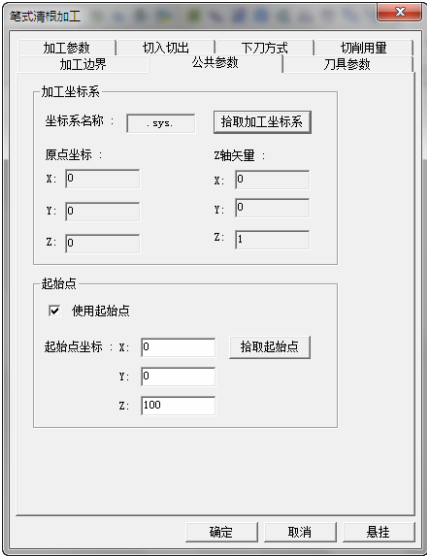

图 8-201 “公共参数”选项卡
6) 单击“公共参数”选项卡，勾选“使用起始点”，具体“起始点坐标”参数数值如图 8-201 所示。